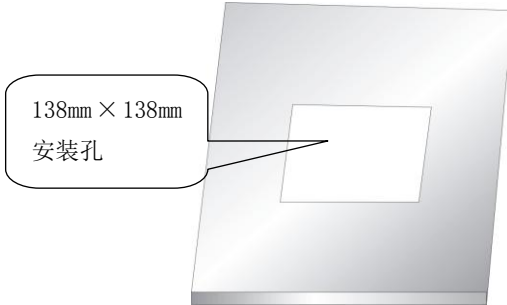

图 4.2.1
(1) 在安装盘上开 $138\text{mm} \times 138\text{mm}$ 安装孔，如下图 4.2.1 所示：